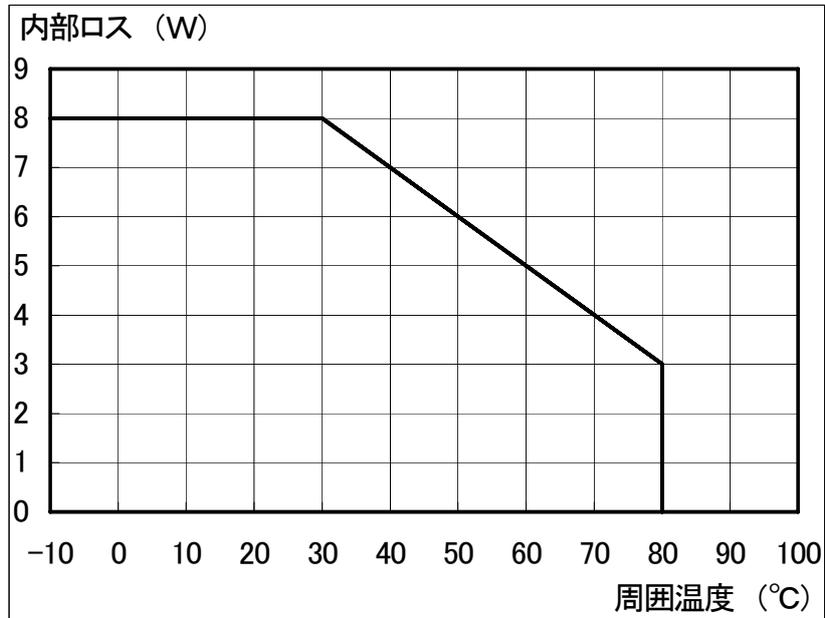

図7. 減定格曲線
d). 図7「減定格曲線」から、求められた内部ロスにおける最高周囲温度が決定されます。周囲温度の上限は、以下の式でも算出できます。
- 図7の「減定格曲線」から、算出した内部ロスにおける本製品の最高周囲温度が決定されます。
- 最高周囲温度は減定格曲線 (図7)、または、〈1式〉より 54°C までとなります。